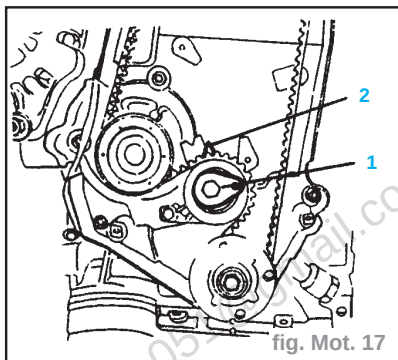

fig. Mot. 17
- Tendre le galet tendeur de la courroie crantée par l'excentrique de réglage (1) dans le sens de la flèche (en sens inverse des aiguilles d'une montre) jusqu'à ce que l'index (2) adhère à la butée de droite (fig. Mot. 17).
- Tendre le galet tendeur de courroie crantée à l'excentrique de réglage (1) dans le sens de la flèche (dans le sens inverse des aiguilles d'une montre), jusqu'à ce que l'index (2) adhère à la butée droite (fig. Mot. 17).